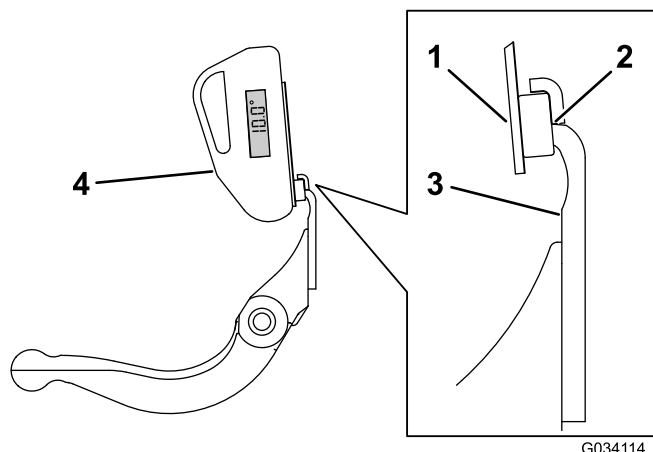

図 36
3. 傾斜計マウントのマグネットのエッジがベッドナイフのエッジに密着するように、ベッドナイフのエッジに傾斜計マウントをセットする 図 36。
4. 図 36 に示すようにマウントに傾斜計を取り付ける。